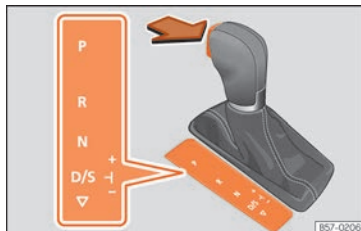

Fig. 244 Verrouillage du levier sélecteur.
- Appuyez sur la pédale de frein et maintenez simultanément la touche de verrouillage enfoncée indiquée par la flèche » **fig. 244**.